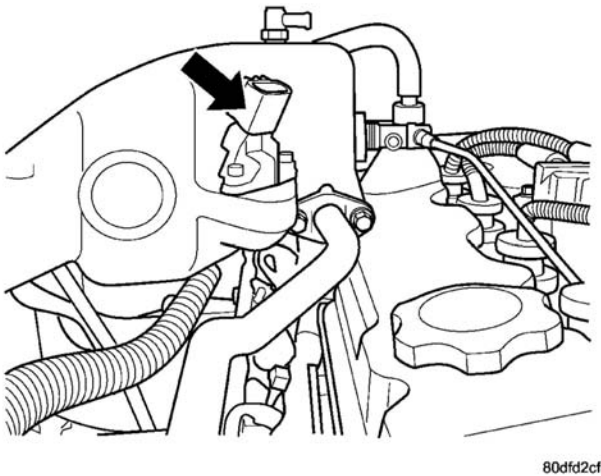
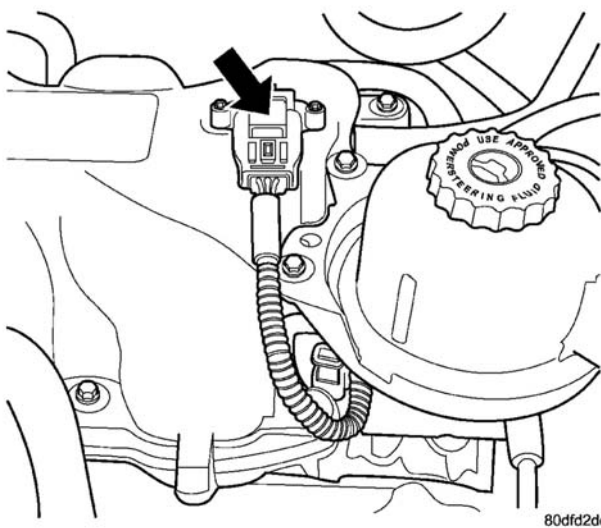

图 18 MAP 传感器 2.4L
图 19 MAP 传感器-3.3/3.8L
MAP 传感器(图 18)或(图 19)固定在进气歧管上，传感器电线连接到 PCM。
- （2）将电线插接器和真空软管与 MAP 传感器断开（图 18）。
- （2）拆下歧管绝对压力（MAP）传感器（图 19）的真空软管及固定螺丝。
- （3）将电线接头和真空软管连接到 MAP 传感器（图 18）。
- （1）安装传感器（图 19）。